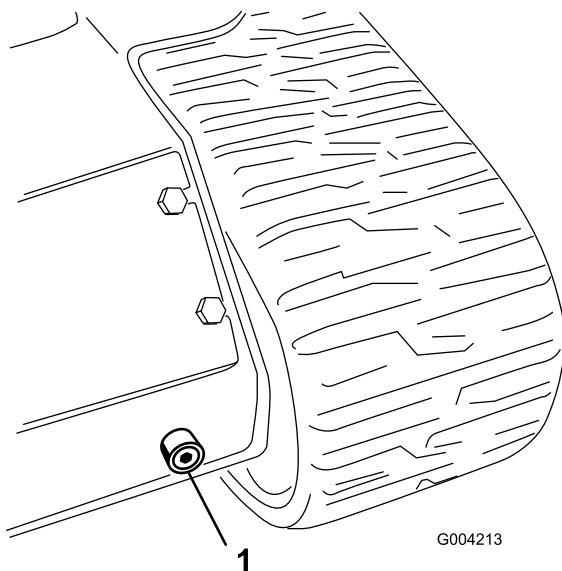

Bild 62
6. Stellen Sie eine große Auffangwanne (Fassungsvermögen von 57 l) unter die Ablassschraube vorne an der Maschine (Bild 62).
7. Entfernen Sie die Ablassschraube und lassen das Öl in die Auffangwanne abfließen (Bild 62).